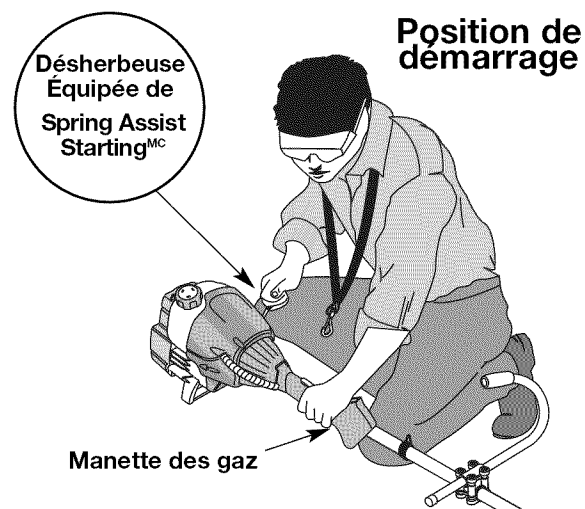

Fig. 21
**AVERTISSEMENT :** évitez tout démarrage accidentel. Tenez-vous en position de démarrage lorsque vous tirez sur la corde de démarrage (Fig. 21). L'opérateur et l'appareil doivent tous deux être en position stable pour éviter des blessures graves.
4. Accroupissez-vous en position de démarrage (Fig. 21), pressez la déverrouilleuse de manette des gaz et la manette des gaz et tirez le cordon de démarrage d'un **mouvement contrôlé et ferme** à 5 reprises.